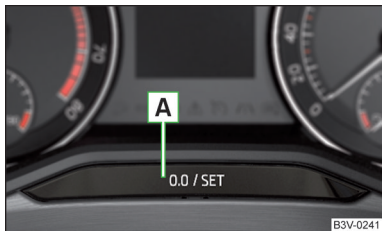

Fig. 22
➤ Apăsați tasta **A** » fig. 22 la pagina 22.
- Apăsați tasta **A** » fig. 22 și mențineți-o apăsată, până când pe afișaj se afișează punctul de meniu Ora.